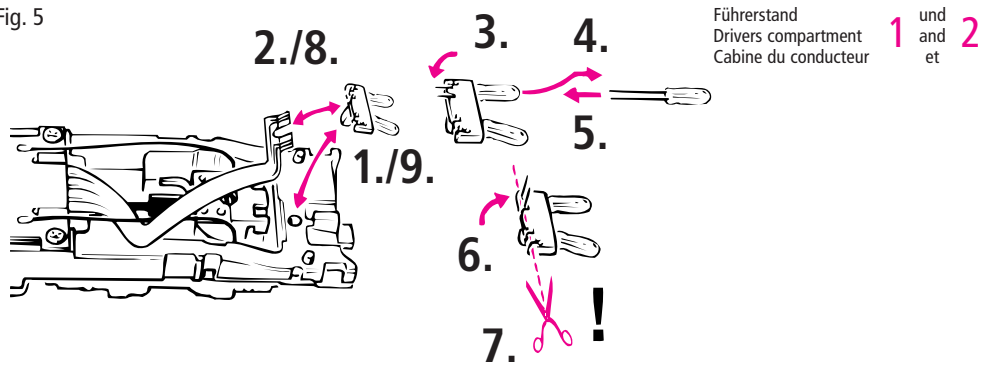

Fig. 6
**5. Haftreifenwechsel:** Zuerst den Getriebedeckel abnehmen (Fig. 6). Danach den **Radsatz** herausnehmen und den **Haftreifen** mit einer Nadel oder mit einem feinen Schraubendreher abziehen. Beim Aufziehen des neuen Haftreifens bitte darauf achten, dass dieser sich **nicht verdreht**.
**5. Échange des bandages d'adhérence:** Démontez d'abord le  **couvercle du carter** des engrenages (fig. 6). Delogez ensuite les essieux bandagés et enlevez, à l'aide d'une aiguille ou d'un tourne-vis fin les bandages d'adhérence. Lors du montage des nouveaux bandages veuillez à ce que les bandages **ne soient pas tordues**.
**5. Change of traction tyre:** Remove bogie blind (fig. 6). Take out **wheel set** and remove **traction tyre** using a pin or a fine screwdriver. When pressing on the new traction tyre please **avoid twisting** it.